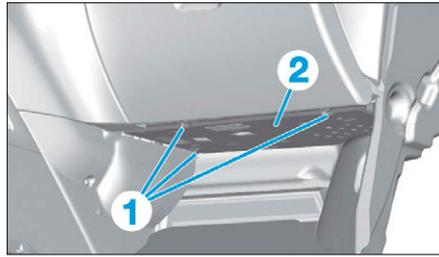

FIG. 41
- Déposer les agrafes (1) puis la garniture inférieure de boîte à gants passager (2) (Fig.41).